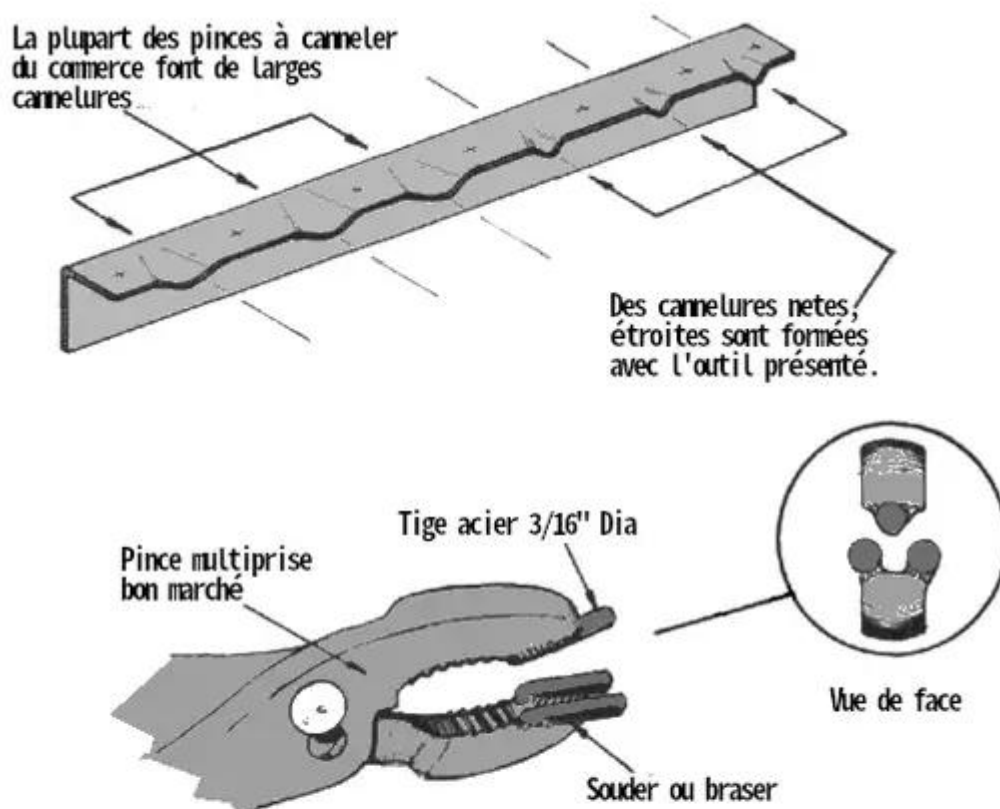

FIGURE 2
- La plupart des constructeurs abandonnent leurs pinces à faire les cannelures produites commercialement et fabriquent les leurs en soudant ou en brasant trois courtes sections d'un boulon AN3 (3/16") aux mâchoires d'une paire de pinces bon marché (voir Figure 2). Les cannelures qu'elles forment sont également beaucoup plus étroites et plus nettes. Cela permet davantage de marge de manœuvre avec votre espacement des rivets.